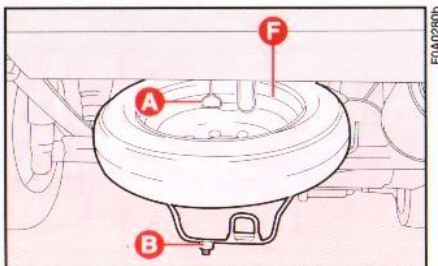

Abb. 14
1) Legen Sie das Rad mit dem platten Reifen in die Aufnahme unter der Ladepritsche und haken Sie das Sicherheitskabel **A**, **Abb. 14** in die betreffende Feder **B**.
– das Notrad mit der Innenseite der Felge **F**, **Abb. 14** nach oben positionieren -